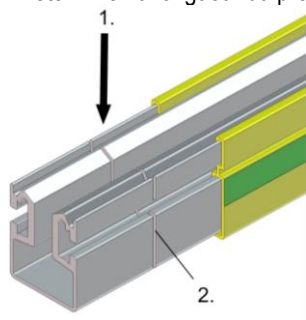

Fig. 33 : Raccourcissement du profil ProfiDAT®
- Le sens de coupe (1) doit partir du côté ouvert du profil, autrement dit de haut en bas (voir Fig. 33).